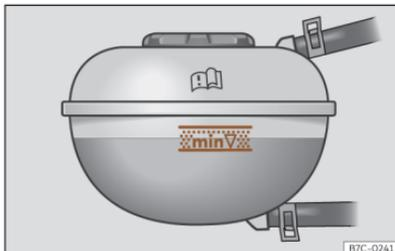

Fig. 191 En el vano delantero: marca en el depósito de expansión del líquido refrigerante.
- Con el sistema de propulsión eléctrica frío, compruebe el nivel del líquido refrigerante en las marcas laterales del depósito de expansión >>> **fig. 191**. El nivel del líquido refrigerante deberá encontrarse entre las marcas.
- El nivel del líquido refrigerante deberá encontrarse entre las marcas del depósito de expansión >>> **fig. 191. No rebasa nunca el borde superior de la zona marcada** >>> .
- Al añadir líquido refrigerante, no rebasa el borde superior de la zona marcada >>> **fig. 191**. De lo contrario, cuando suba la temperatura, el líquido sobrante será expulsado del sistema de refrigeración del motor y podría causar daños.